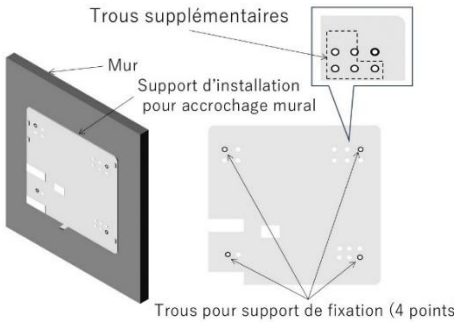

Fig. 3.4.5
- Placez le support sur le mur où vous souhaitez l'installer. Ensuite, fixez le support à l'aide de vis à bois (Fig. 3.4.5).